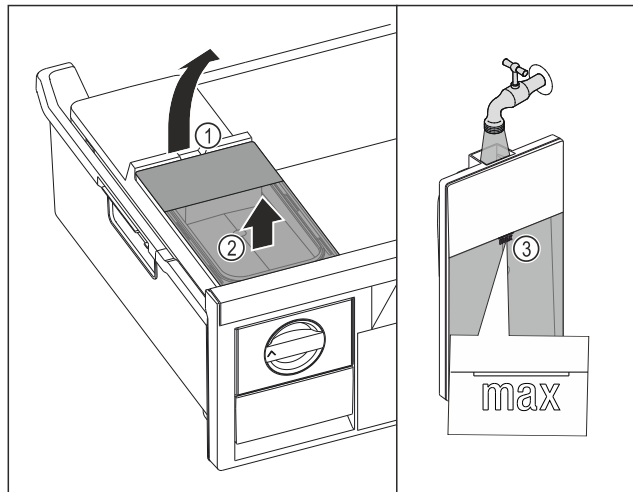

Fig. 42
- ▶ Підняти бак для води за заглиблення Fig. 42 (1).
- ▶ Вийняти бак для води рухом вгору. Fig. 42 (2)
- ▶ Наповнити бак для води питною водою до позначки Fig. 42 (3).